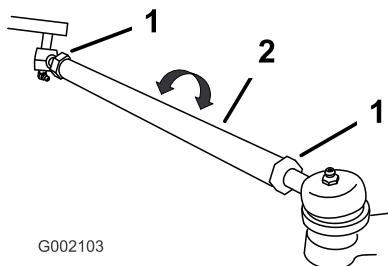

Figure 45
7. Si les mesures ne sont pas comprises entre 0 et 6 mm, desserrez les écrous de blocage aux deux extrémités des bielles (Figure 45).